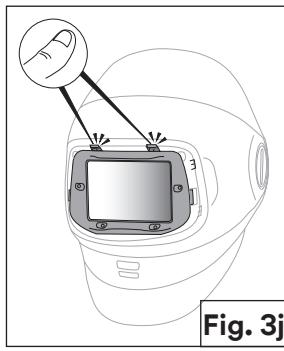

Fig. 3j
- Por último, vuelva a instalar el marco exterior del ADF enganchándolo a la izquierda (mirando hacia el casco para soldar) y empújelo firmemente en su lugar a la derecha, nuevamente hasta que escuche un “clic”. (Fig. 3j).